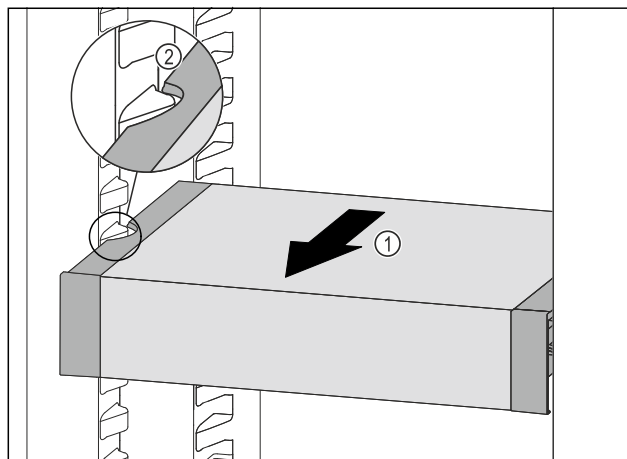

Fig. 138
- ▶ Táhněte VarioSafe dopředu Fig. 138 (1), dokud nebudou boční vybrání VarioSafe na úrovni žebrování na nádobý v chladničce. Fig. 138 (2)